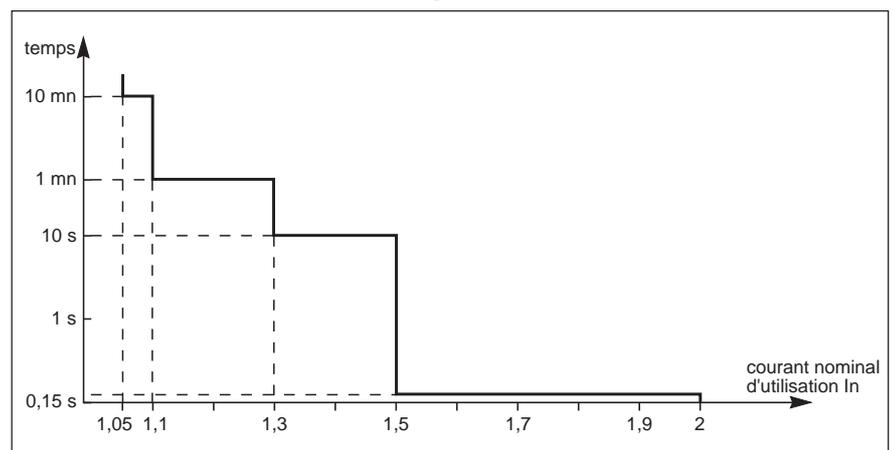
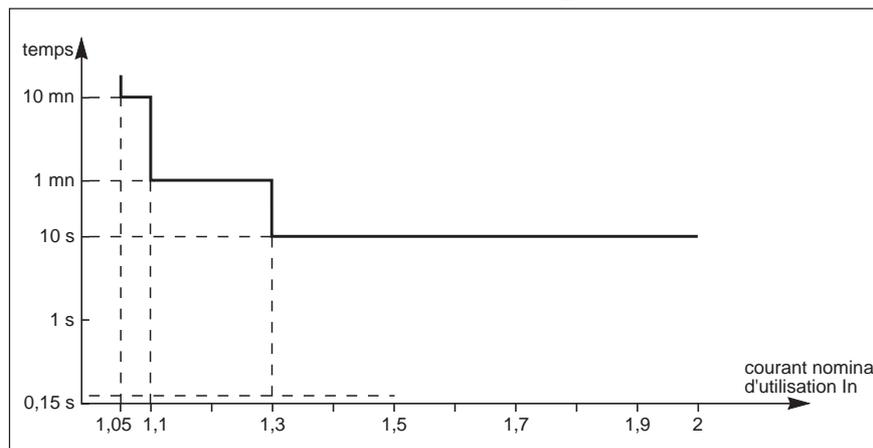

Fig. 21
Fig. 22
- l'utilisation est transférée sur le réseau via le "contacteur statique" (3),
- le retour sur onduleur (7) s'effectuera automatiquement, après disparition de la surcharge ;
- lors d'une surcharge plus faible, l'onduleur admet cette surcharge pendant une durée définie figure 21 ;
- la mise en fonction du buzzer (17),
- l'allumage du voyant orange "anomalie" (19),
- l'arrêt de l'onduleur (7) au bout de la durée admissible,
- le passage de l'alimentation de l'utilisation sur le réseau à travers le "contacteur statique" (3),
- l'extinction du voyant vert "utilisation protégée" (21),
- l'allumage du voyant rouge "utilisation non protégée" (18).
- Si la surcharge persiste en fonctionnement sur le "contacteur statique" (3), l'utilisation sera interrompue après une durée définie figure 22.
L'onduleur admet cette surcharge pendant une durée définie figure 21 pour une température ambiante inférieure à 30°C . Au delà de cette température, un coefficient k de déclassement doit être appliqué au courant nominal et donc à la courbe de surcharge de la figure 21 :